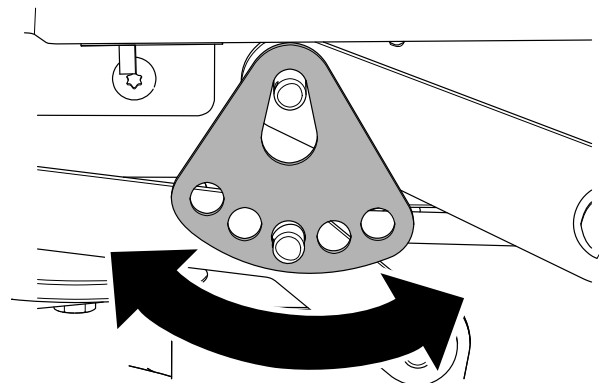

**Figura 66**
6. Remova o perno de gancho e a anilha do pino do braço de elevação (Figura 66).